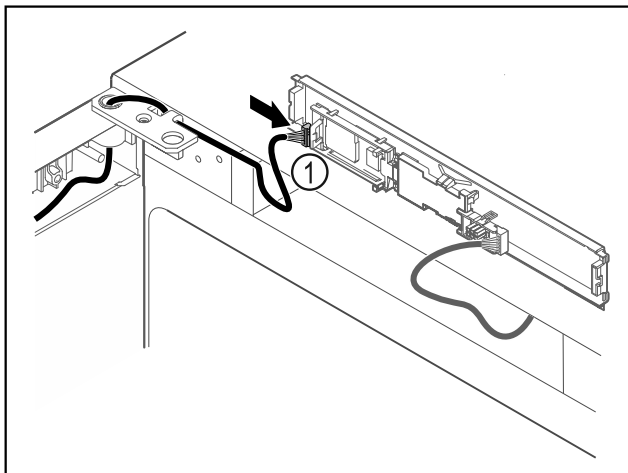

Fig. 65
- Enchufar el conector Fig. 65 (1) en la platina.